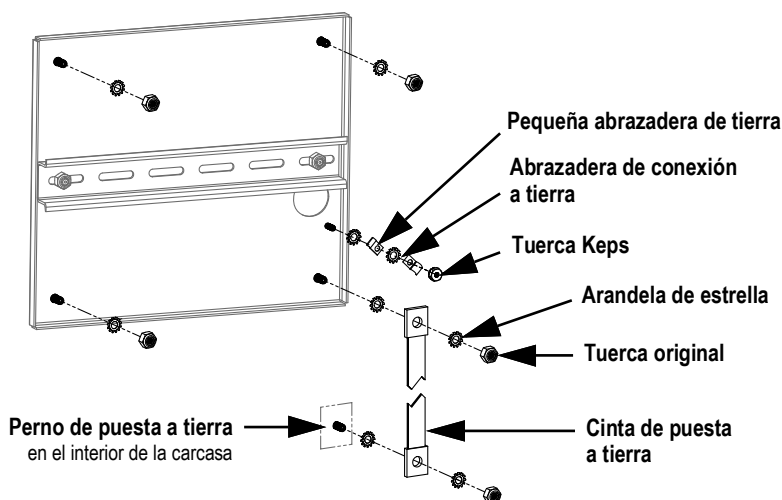

Figura 2-29. Conexión a tierra del blindaje de la placa posterior
3. Fije el otro extremo de la cinta de puesta a tierra a un perno de tierra dentro de la carcasa con arandelas de estrella a cada lado de la cinta de puesta a tierra, consulte la Figura 2-29. Asegúrese de que la correa de puesta a tierra tenga la tensión adecuada para abrir y cerrar la puerta de la carcasa.
5. Conecte a tierra el cable de la pantalla y el cable de la pantalla táctil al tornillo de puesta a tierra de la placa posterior utilizando dos abrazaderas de puesta a tierra y la tuerca Keps. La abrazadera de puesta a tierra (n.º ref. 193810) tiene un radio menor y debe utilizarse con el cable de la pantalla táctil.
NOTA: Asegúrese de instalar primero la abrazadera de la barra de conexión a tierra pequeña y a continuación instale la abrazadera de puesta a tierra, consulte la Figura 2-29 en la página 40.